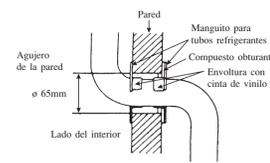

Fig. 7-1
- 7.2 Arréglese, de forma presentable, la parte que penetra en la pared con el manguito para tubos refrigerantes y con el compuesto obturante, tal como se muestra en las Figs. 7-1, 7-2 y 7-3.